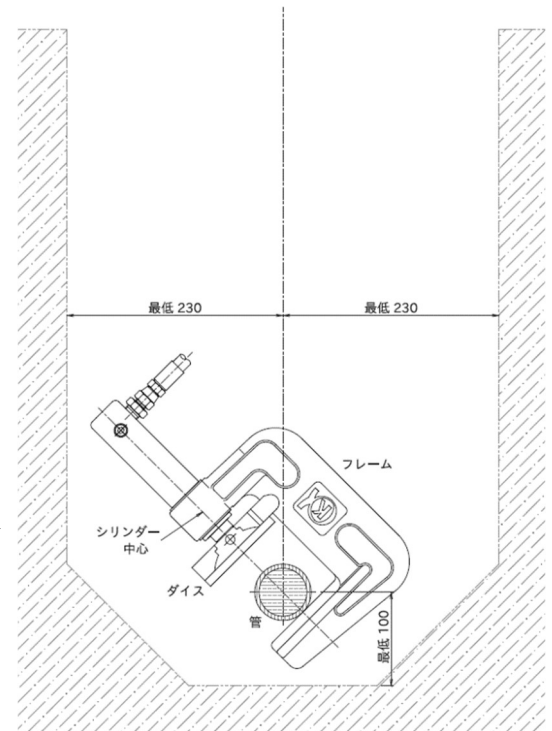

図. B-2
- 管が地中にある場合は、圧着部が入る分、周りを余分に掘ります。(図. B-2)